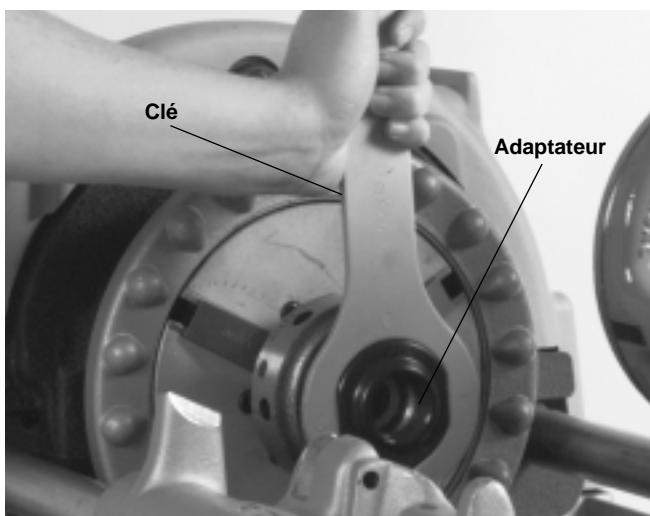

Figure 20 – Installation du corps du mandrin à raccords
2. Positionnez le mandrin à raccords dans les mâchoires du mandrin de la machine à fileter (*Figure 20*). Serrez le mandrin à coups répétés du volant.
4. Sélectionnez l'adaptateur de raccord approprié, puis vissez-le dans le mandrin à raccords (*Figure 20*). Serrez avec la clé fournie avec le mandrin à raccords.
5. Vissez le raccord déjà fileté d'un bout manuellement dans l'adaptateur (*Figure 20*). Mettez le sélecteur directionnel à la position ON (marche) et appuyez sur la pédale de commande. Alésez et filetez l'autre extrémité.